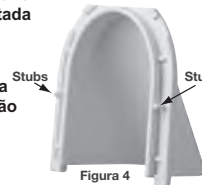

Figura 4
*Nota: Deve remover em primeiro lugar os (2) terminais pequenos localizados em cada um dos lados da "parte frontal". (See Figura 4)*